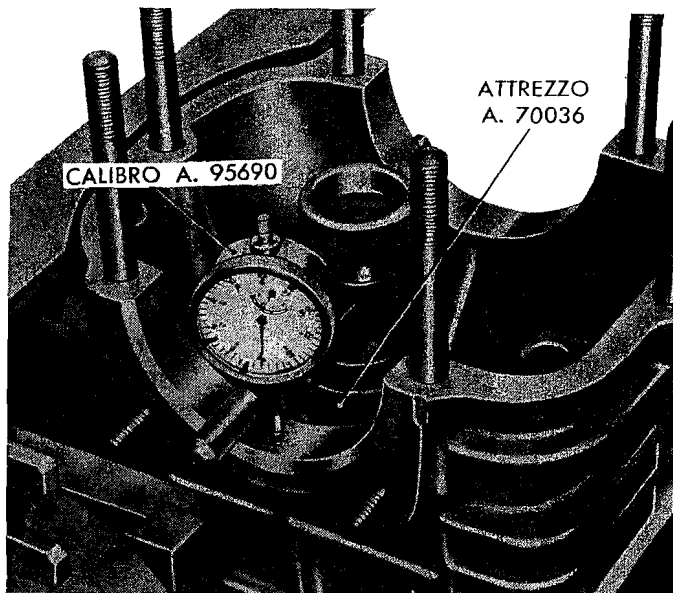

Fig. 58. - Lettura sul comparatore A. 95690 del valore di « a ».
- Traslare a sinistra ed a destra, in senso orizzontale, il supporto del comparatore ed osservare gli spostamenti degli indici; fermare il comparatore nel punto in cui gli indici segnano il minimo valore (fig. 58).